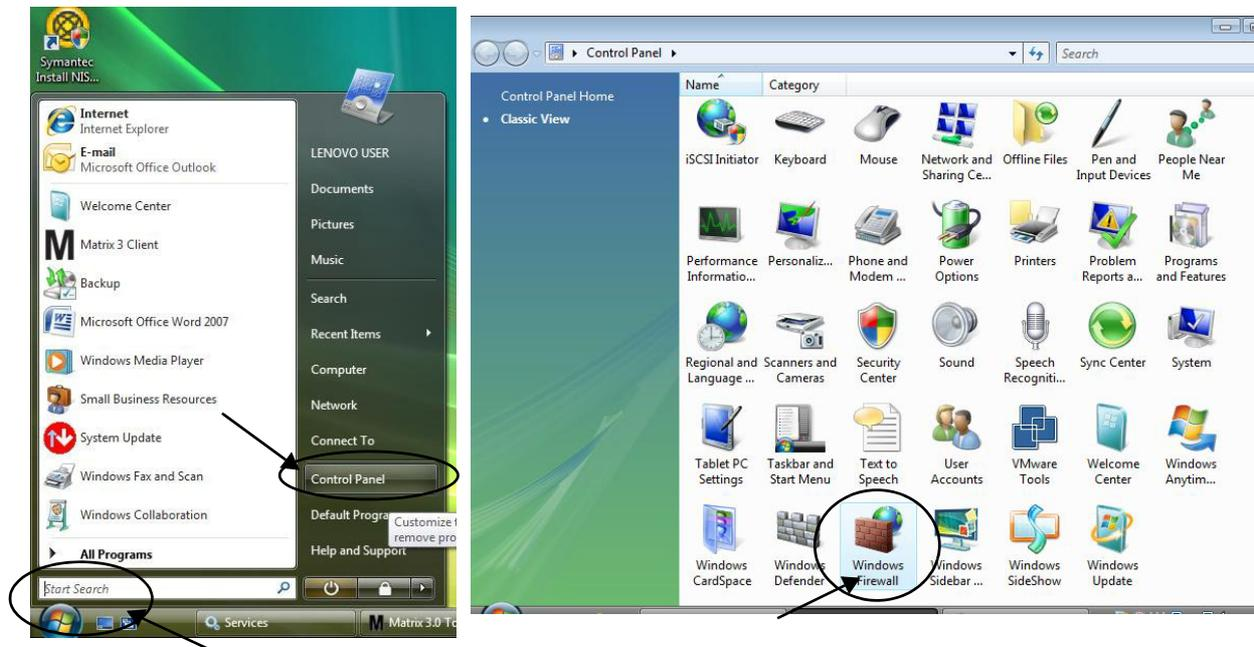

ABB. 26
1. Klicken Sie auf „Start/Steuerung“. Wählen Sie dann „Windows-Firewall“ (ABB. 26).